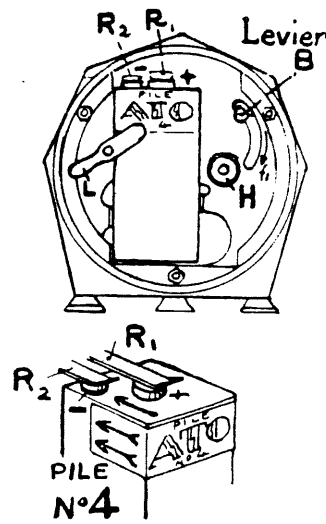

Fig. 3
Remise à l'heure à l'arrière fig. 3
- 3° MISE A L'HEURE.** — S'obtient en faisant tourner les aiguilles en avant ou en arrière à volonté. Dans le petit modèle (fig. 3), faire tourner le bouton  $H$  se trouvant à droite de la pile.
**Pile N° 4.** — (73 mm  $\times$  28 mm  $\times$  28 mm) avec deux petites bornes suivant fig. 3 ci-dessus, pour petites pendulettes à cadran carré de 60 mm  $\times$  60 mm et à cadran rond de 90 mm, mais avec remise à l'heure par bouton molleté H placé à l'arrière.